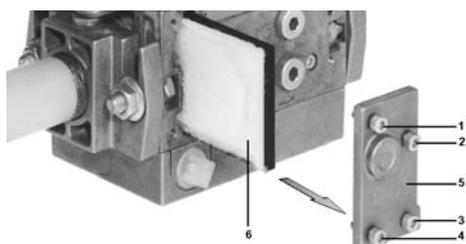

Fig. 27
- 2 Svitare le viti 1 ÷ 4 con una chiave esagonale n. 3 e togliere il coperchio del filtro 5 in Fig. 27.